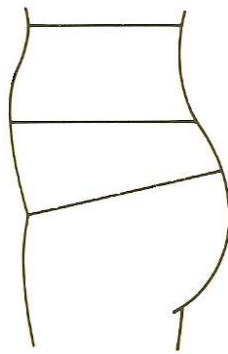
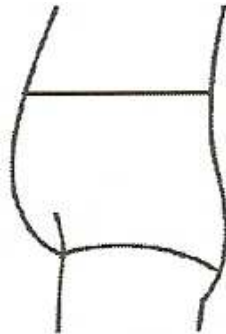

Figure 10 : Forme ventrière ⁽²⁹⁾
Figure 11 : Forme ventrière ⁽²⁵⁾
- Forme ventrière (homme surtout ou femme à fesses plates) : abdomen bombé (Figure 10, Figure 11) ;